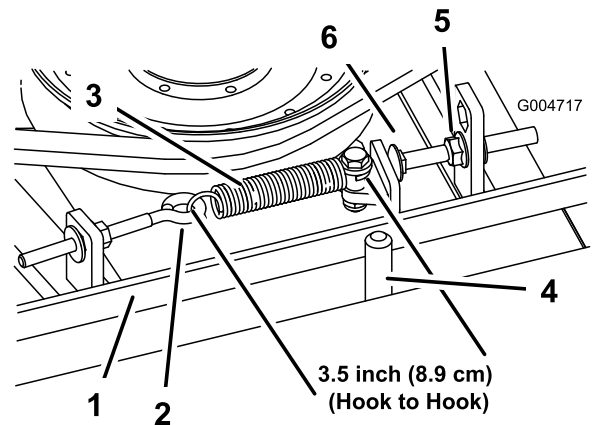

Figure 101
Lorsque le ressort d'extension est correctement tendu, l'intérieur doit mesurer (d'un crochet à l'autre) entre 8,3 et 9,5 cm. Lorsque le ressort est correctement tendu, ajustez le boulon de butée (boulon de carrosserie) jusqu'à obtention d'un jeu d'environ 2 à 5 mm entre la tête du boulon et le bras de tension (Figure 101).
**Remarque:** La courroie doit être placée du côté ressort du guide (Figure 101).
2. Desserrez le boulon à œil pour pouvoir enlever le ressort d'extension (Figure 101).
3. Desserrez l'écrou à embase qui fixe le boulon de butée à la patte de montage, et écartez la poulie de tension de la courroie pour détendre cette dernière (Figure 101).
9. Raccrochez le ressort d'extension (Figure 101) au boulon à œil et tendez la courroie comme suit :